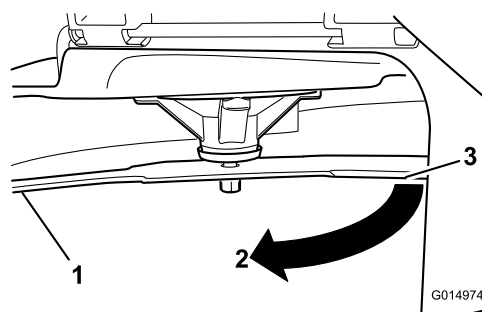

Рисунок 68
3. Измеренное расстояние между ножом и поверхностью (A)
4. Поверните тот же нож на 180 градусов, чтобы теперь его противоположная режущая кромка была в том же положении (Рисунок 68).